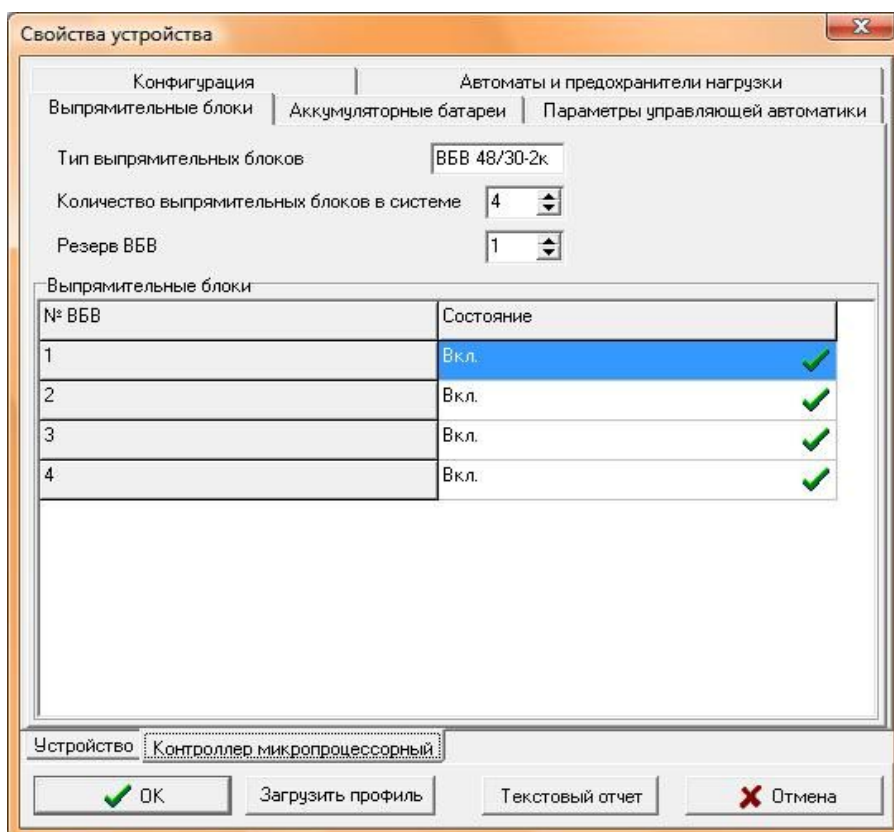

Рис. 111. Вкладка «Выпрямительные блоки»
- **Таблица** — подключенные ВБВ. Для подключенных ВБВ в поле состояния указывается надпись «Вкл.» и иконка ✓. Для отключенных ВБВ в поле состояния указывается надпись «Выкл.» и иконка ✗ **Рис. 111.**